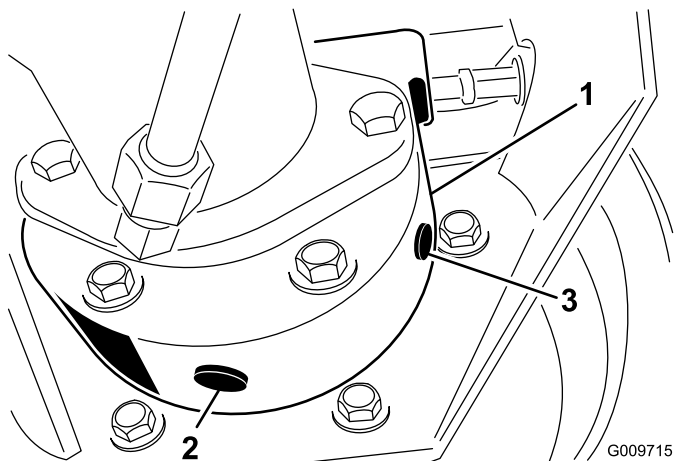

Figura 68
3. Coloque um outro recipiente de escoamento debaixo da estrutura dos travões, que se encontra do lado oposto da roda (Figura 68).